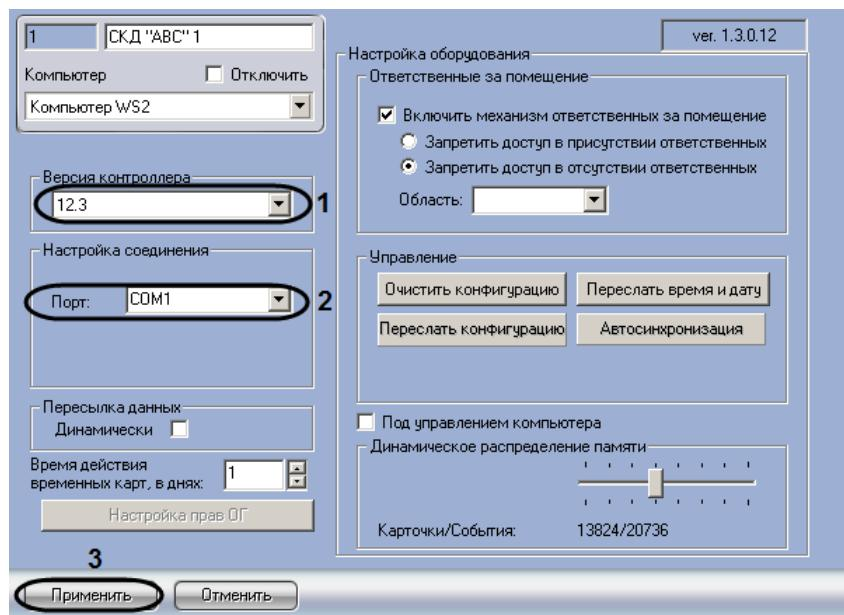

Рис. 3.2—2 Настройка контроллера ABC
1. Перейти на панель настройки объекта СКД “ABC” (Рис. 3.2—2).
2. Из раскрывающегося списка **Версия контроллера** выбрать значение **12.3**, соответствующее версии контроллера ABC 12.3 (RS232) (см. Рис. 3.2—2, 1).
3. Из раскрывающегося списка **Порт** выбрать COM-порт Сервера *Интеллект*, используемый для подключения к контроллеру ABC (см. Рис. 3.2—2, 2).